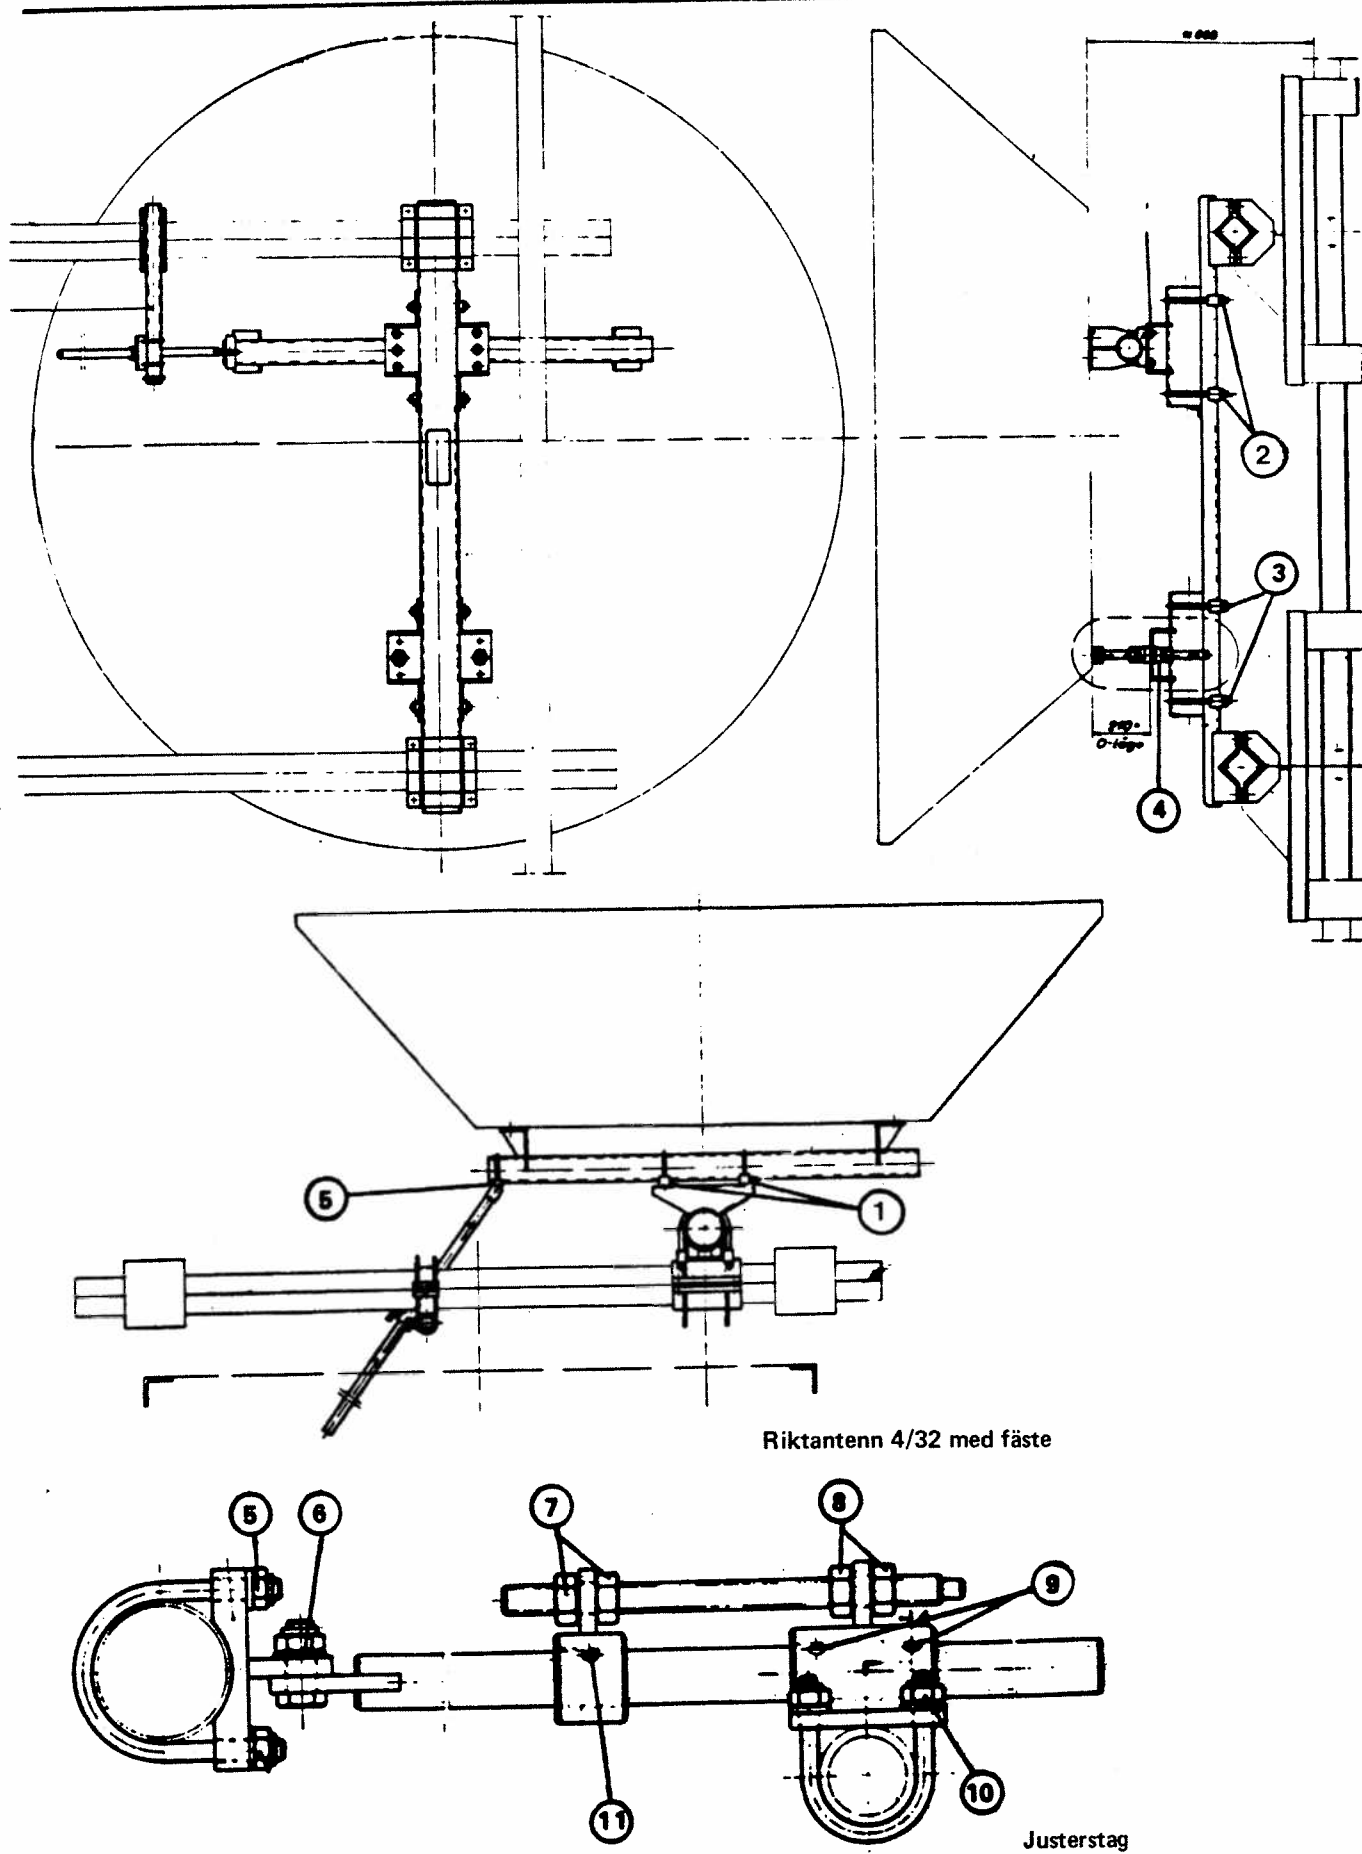

Bild 6
- Justering i vertikalled, se bild 6.
- Justering i horisontalled, se bild 6.